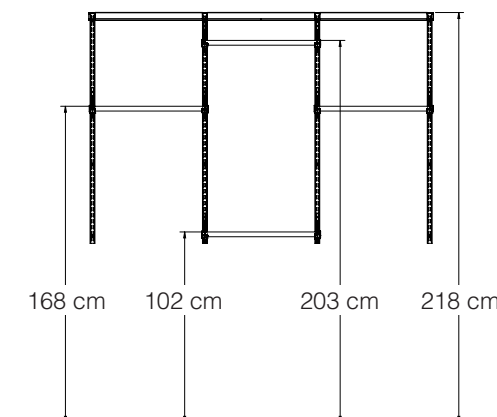

Figure 1
- La hauteur standard pour les tringles (en mesurant du plancher jusqu'au dessus de la tringle) est de 168 cm pour un agencement à tringle simple, 102 cm et 203 cm pour un agencement à 2 tringles (Figure 1).